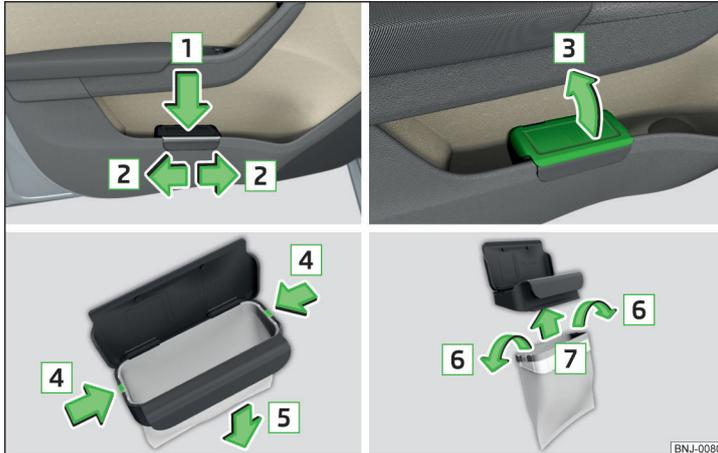

Abb. 72 Abfallbehälter: einsetzen und verschieben / öffnen / Beutel ersetzen
- › Den Abfallbehälter im hinteren Bereich in Pfeilrichtung **1** » Abb. 72 eindrücken.
- › Den Abfallbehälter entgegen der Pfeilrichtung **1** » Abb. 72 herausnehmen.
- › Den Abfallbehälter in Pfeilrichtung **3** » Abb. 72 öffnen.
- › Die beiden Rastnasen des Innenrahmens in Pfeilrichtung **4** » Abb. 72 vom Behälterkörper abdrücken.